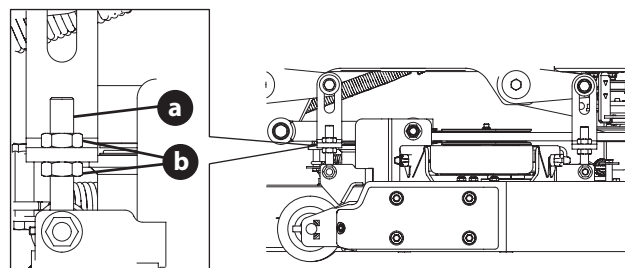

Figura 31
- Ajuste el perno de ojo (a) en la parte delantera izquierda de la plataforma para que la altura desde la punta de la cuchilla externa derecha a la tierra coincida con la de la punta de la cuchilla externa izquierda. Esto se hace aflojando las contratuercas (b) en el perno de ojo (a) y apretando la contratuerca superior (b) para elevar la plataforma y aflojando la contratuerca (b) para bajar la plataforma. La altura de la punta de la cuchilla externa derecha se fija con el perno de ojo derecho (a), por lo que debe ajustar la punta externa izquierda para que coincidan (Figura 31).
- Cuando logre el ajuste correcto, vuelva a apretar la contratuerca (b) (Figura 31).
- Afloje las contratuercas (b) en la parte posterior izquierda y derecha de los pernos de ojo (a). Consulte la (Figura 31).
- Comience en la parte posterior derecha para elevar la parte trasera de la plataforma, ajuste la contratuerca superior (b) para elevar la plataforma o afloje la contratuerca superior (b) para bajar la plataforma (Figura 31).
- Ajuste la contratuerca (b) en la parte trasera izquierda para eliminar la "holgura" de la varilla roscada (Figura 31).
- Apriete ambas contratueras inferiores (b) para asegurar el ajuste de la plataforma (Figura 31).
- El ajuste final sería eliminar la "holgura" del varillaje trasero izquierdo si la parte posterior de la plataforma se elevó ajustando las contratueras (b) en el perno de ojo (a). Afloje las contratueras (b) y apriete la contratuerca superior (b) para eliminar la "holgura" (Figura 31 a la página 60).
- En muchos casos será necesario ajustar la altura de la plataforma usando los ajustes de ambos pernos de ojo (a) y el ajuste de inclinación para lograr las alturas correctas entre cuchillas y suelo (Figura 31 a la página 60). Si recuerda que el ajuste de la punta delantera de la cuchilla derecha es fijo y usted nivela a esa altura, el ajuste de las plataformas será más simple.